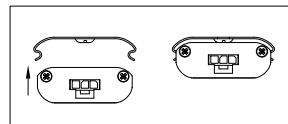

Fig. 4
6. Installer l'unité à DEL (5), l'insérer dans les supports de montage et enclipser en place. Voir la fig. 4
6. Install LED unit (5) by inserting into Mounting Brackets and snap into place. See Fig. 4
6. Instale la unidad LED (5) insertándola dentro del Soporte de Montaje y cierre de golpe en su lugar.Vea Fig. 4